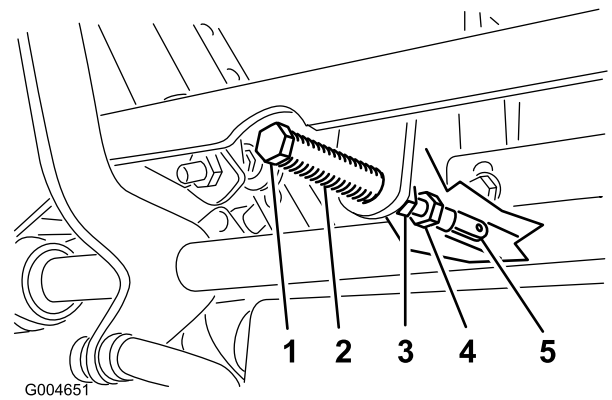

図 62
5. クレビス・ピン (ピボット・シャフトの上のアームについている) がスロットの端部に接触する (スプリングに圧力が掛かり始める位置) まで、レバーを手前に引く (図 62)。
7. 調整が必要な場合は、ジャム・ナットをゆるめて調整ナットをヨーク側に移動できるようにする (図 62)。
8. コントロール・レバーを軽く手前 (後退側) に引きながら、調整ボルトを回して、コントロール・レバーがちょうどニュートラル固定位置にくるように調整する (図 62)。
9. ナットとジャム・ナット (図 62) を締め付ける。
9. ボール・ジョイント部でジャム・ナット(図 62)を締めつける。